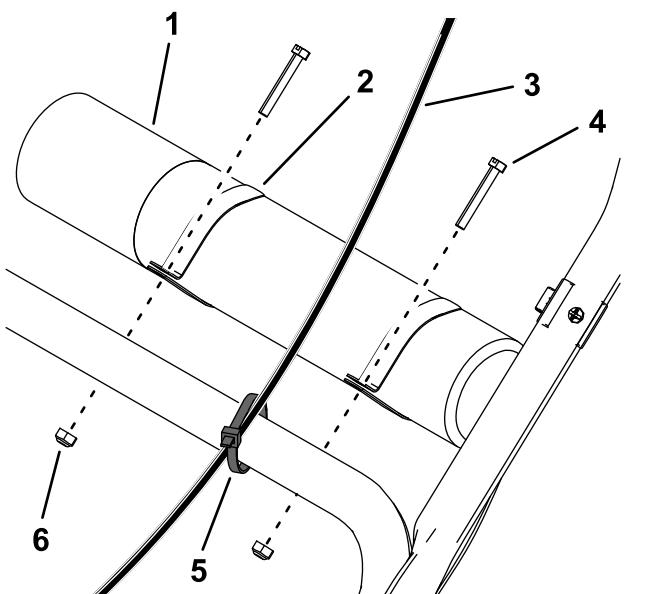

Figura 4
3. Deslice las abrazaderas en el tubo del *Manual del operador* e instálelo sobre el mango inferior con 2 pernos de cabeza ranurado y 2 contratuercas (Figura 4).